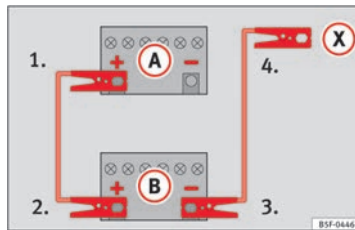

Abb. 208 Anschlussschema für Fahrzeuge ohne Start-Stopp-System.
2. Klemmen Sie ein Ende des roten Starthilfekabels an den Pluspol (+) des Fahrzeugs mit der entladenen Fahrzeugbatterie (A) an ⇒ Abb. 208.
3. Klemmen Sie das andere Ende des roten Starthilfekabels an den Pluspol (+) des stromgebenden Fahrzeugs (B) an. ▶
4. **Bei Fahrzeugen ohne Start-Stopp-System:** ein Ende des *schwarzen* Starthilfekabels an den Massepunkt  des Strom gebenden Fahrzeugs  ⇒ Abb. 208.